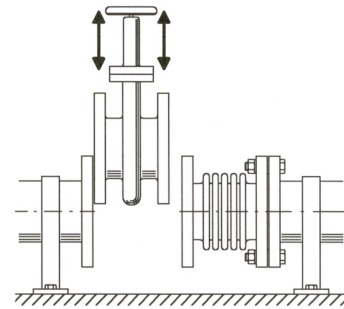
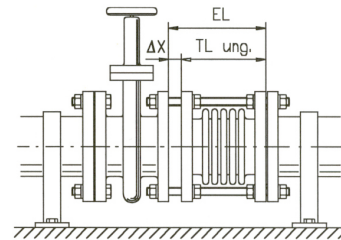
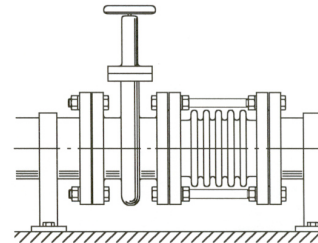

Bild 10
Bild 11
Bild 12
- Ausbaukupplung/ Ausbaustücke auf einer Seite an das Rohrende anflanschen (Bild 10). Auf der anderen Seite entweder mit verlängerten Schrauben (unverspannt) oder mit mitgelieferten Gewindestangen (verspannt) an die Komponenten (Ventil, Absperrschieber, Pumpen etc.) heranziehen (Bild 11). Im montierten Zustand ist die Ausbaukupplung gespannt (Bild 12).